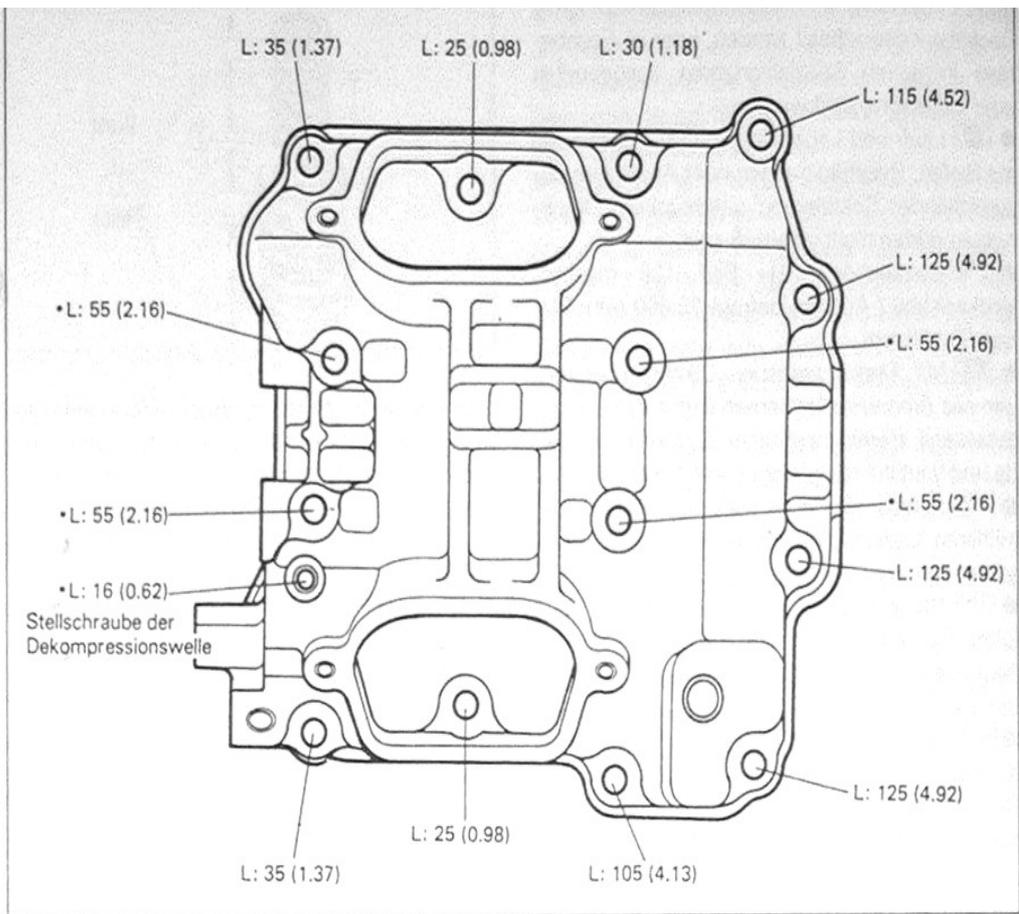

Bild 145
- Befestigungsschrauben (Bild 145) leicht anziehen.